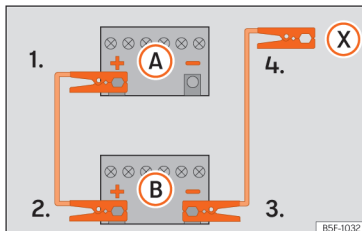

Abb. 60 Anschlusschema für Fahrzeuge ohne Start-Stopp-System.
2. Klemmen Sie ein Ende des roten Starthilfekabels an den Pluspol (+) des Fahrzeugs mit der entladenen Fahrzeugbatterie (A) » » Abb. 60.
3. Klemmen Sie das andere Ende des roten Starthilfekabels an den Pluspol (+) des Strom gebenden Fahrzeugs (B).
- 4a. Bei Fahrzeugen ohne Start-Stopp-System: klemmen Sie ein Ende des schwarzen Starthilfekabels an den Minuspol (-) des stromgebenden Fahrzeugs (B) » » Abb. 60.
- 4b. Bei Fahrzeugen mit Start-Stopp-System: ein Ende des schwarzen Starthilfekabels (X) an einen geeigneten Masseanschluss, ein massives, fest mit dem Mo-